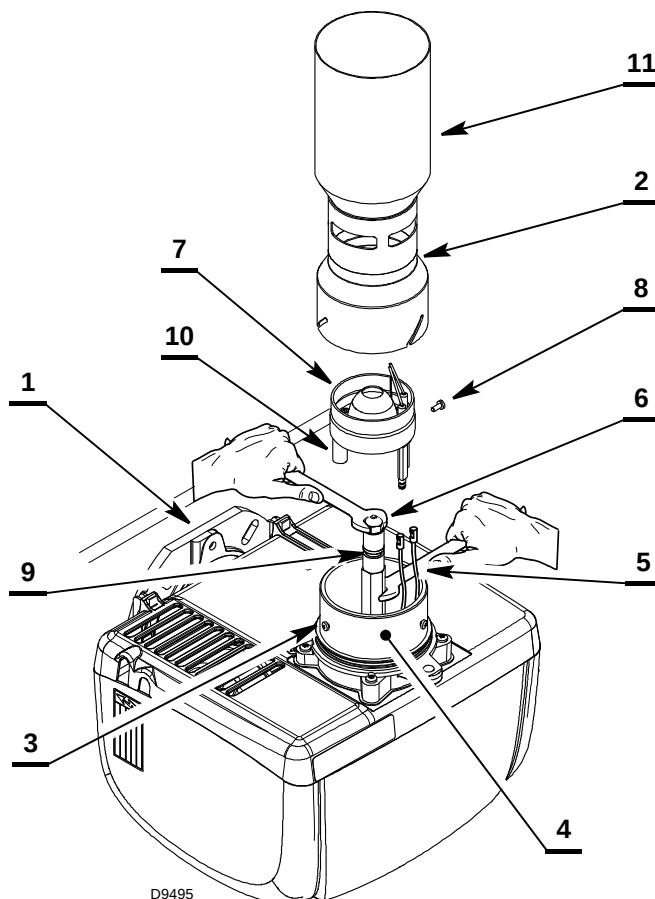
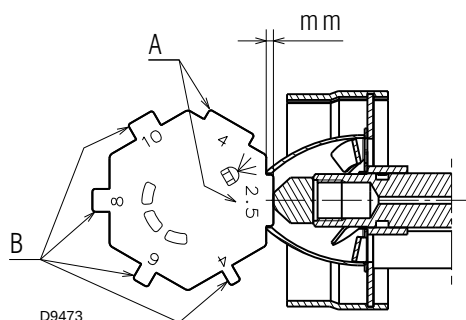

Abb. 24
Abb. 26
- den Brenner am Flansch 1) (Abb. 24) anschließen.
- den Brenner am Flansch 1) (Abb. 24) anschließen und die Schrauben (3) lockern;
DEN DÜSENSTOCK MIT HILFE EINES SCHRAUBENSCHLÜSSELS HALTEN (Abb. 24).
- Mit der beiliegenden Schablone 2) (Abb. 26) die richtige Positionierung des Kopfblocks 1) prüfen, befolgen Sie dazu die Hinweise aus Tab. B.
- Das Brennerrohr 2) (Abb. 24) montieren und mit den Schrauben 3) mit einem Drehmoment von max. 0,8 Nm befestigen, die Öffnung der Schlitze wie in Tab. A Seite 16 angegeben einstellen (die beiliegende Schablone verwenden) (Abb. 26).